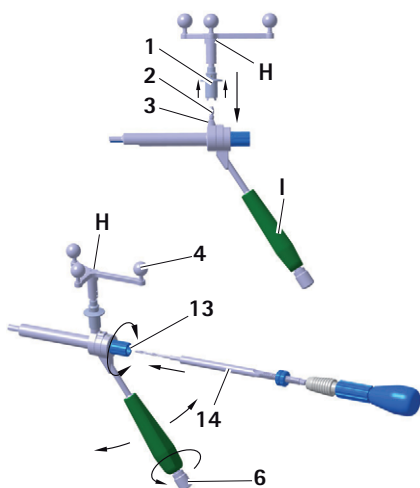

Fig. 10 Montage de l'unité en étoile Aesculap sur la douille de guidage S⁴C pour vis à tête plate
- Pour être sûr que la caméra de navigation a une vue parfaitement dégagée sur les billes marqueurs réfléchissantes, dévisser le bouton 6 sur la poignée S⁴C de la douille de guidage S⁴C I et tourner l'unité en étoile Aesculap H dans la position souhaitée, voir Fig. 10.